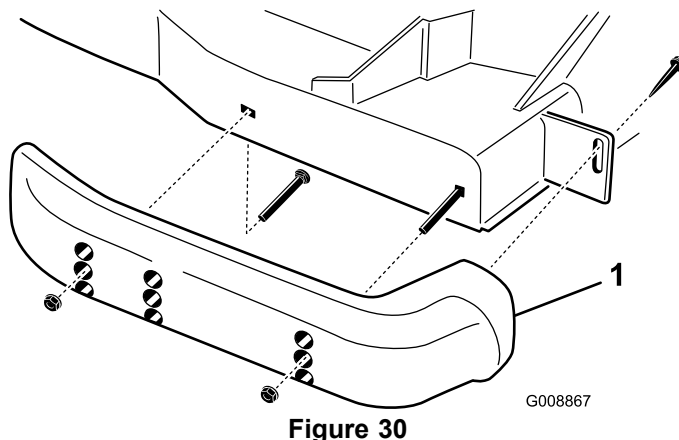

Figure 30
1. Desserrez la vis à l'avant de chaque patin (Figure 30).
2. Retirez les boulons à embase et les écrous de chaque patin (Figure 30).